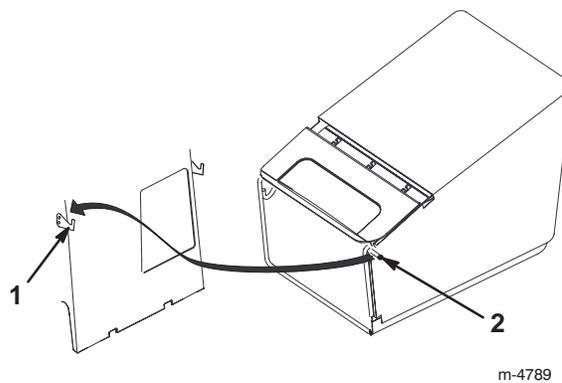

Bild 15
4. Hängen Sie die Fangkorbrahmenstifte in den Chassis- haken ein, siehe Bild 15.
4. Haken Sie die Fangkorbrahmenstifte aus den Chassis-haken aus, siehe Bild 15.